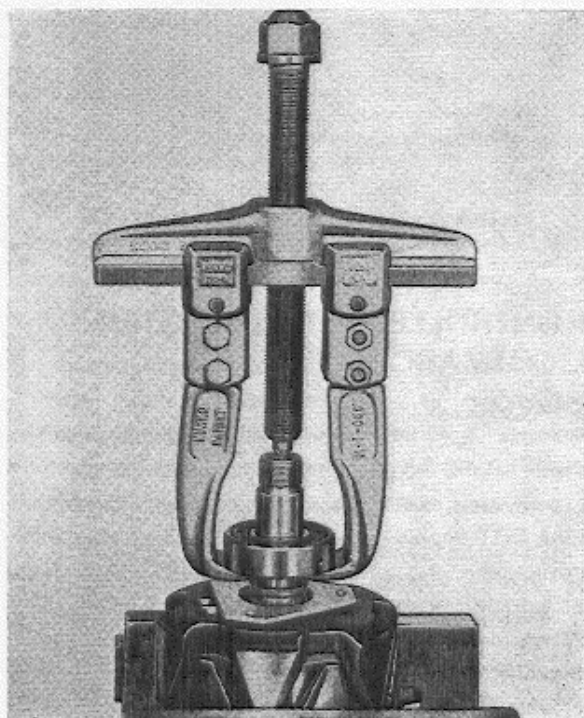

Abb. 35 Ausbau des Lagers
2. Lager mit Abziehvorrückung abziehen, siehe Abb. 35.